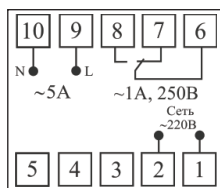

Рис. 4 – Клеммы подключения прибора. Тип корпуса **P44**
2. Подключите питание к прибору с помощью клемм 1, 2 на задней панели прибора (см. рис. 4–6).